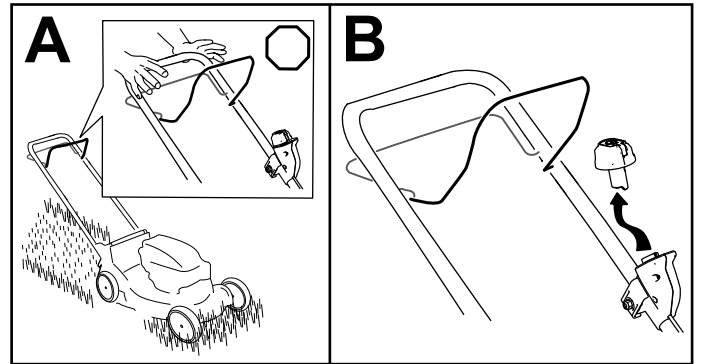

Figura 14
1. Suelte la barra de control de la cuchilla (Figura 14, A).
2. Retire el botón de arranque eléctrico del arrancador eléctrico (Figura 14, B).